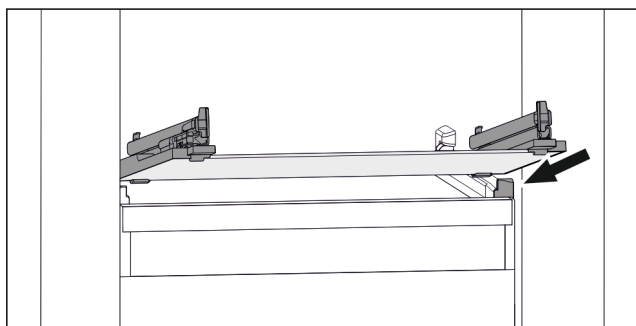

Fig. 48 Az üveglap példaként szolgáló ábrázolása
- ▶ Helyezze a fiókot ferden az ütközők mögé. (lásd Fig. 48)